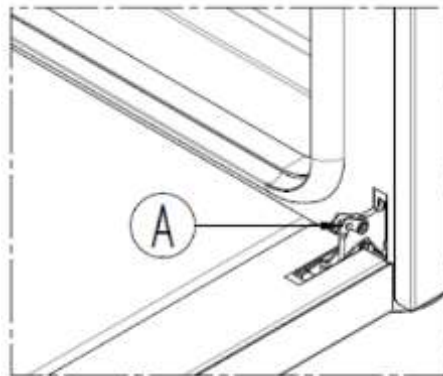

Fig. 3
- den beweglichen Teil des Scharniers „A“ (Abb. 3) komplett drehen;